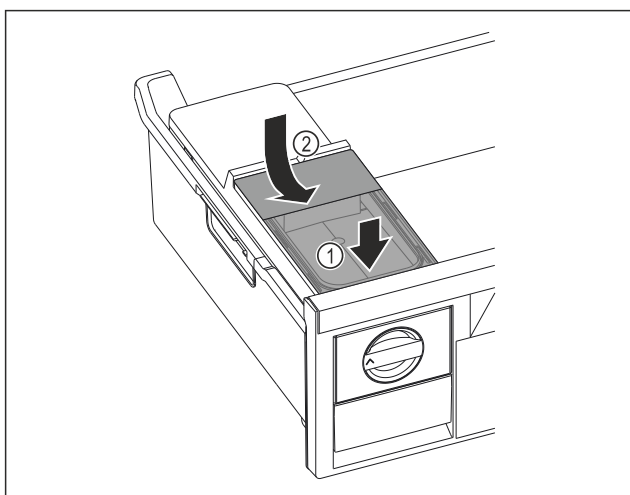

Fig. 110
- ▶ Placera vattenbehållaren framtill. Fig. 110 (1)
- ▶ Sänk ned vattenbehållarens baksida. Fig. 110 (2)